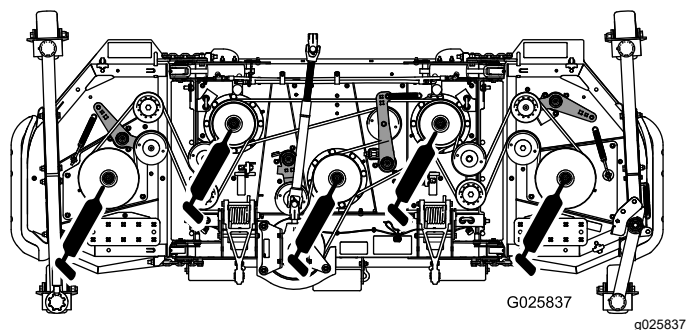

Figura 19
- Cojinetes de los ejes de las cuchillas (5) (Figura 19).